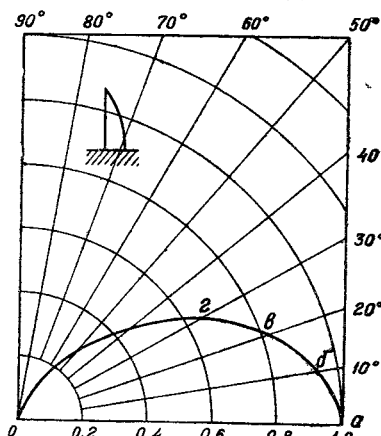
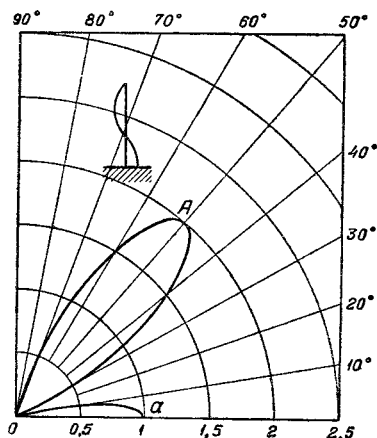

Рис. 7
Рис. 8
В направлении вдоль провода излучаемая энергия равна нулю. Это значит, что вибратор вверх не излучает. На рис. 7 дана диаграмма излучения
На рис. 7 приведена только одна половина вертикальной характеристики. Другая половина, подобная первой, располагается влево от точки O . Излучающий провод находится в точке O . Характеристика рис. 7 дает представление о количестве излученной энергии под разными углами к горизонту. Если отрезок Oa принять за 1, то отрезок Ob будет соответствовать 0,8, а отрезок Oz , соответствующий излучению под углом в 30° , будет равен примерно 0,65.
Вертикальная же характеристика меняется в зависимости от номера гармоники. На рис. 8 приведена вертикальная характеристика ваземленного вертикального провода при работе на третьей гармонике. Наибольшее количество энергии излучается не вдоль земной поверхности, а под углом к горизонту примерно в 47° . Здесь наблюдается два направления наибольшего излучения. Одно направление вдоль земной поверхности (Oa), другое — под некоторым углом к горизонту (OA). Вся излучаемая энергия сосредоточена в небольших углах и распределяется между этими двумя направлениями. Максимум излучаемой энергии получается примерно под углом 47° . Излучаемая энергия концентрируется в более узком пучке, чем в случае работы на основной волне. Благодаря этому при одной и той же мощности в антенне при
третьей гармонике в направлении максимального излучения OA (рис. 8) излучается энергии в два раза больше, чем в направлении Oa (рис. 7) при работе на собственной волне.
С увеличением номера гармоник увеличивается число направлений излучаемой энергии. Вместо двух направлений (рис. 8) появляется три, четыре и т. д. направлений.